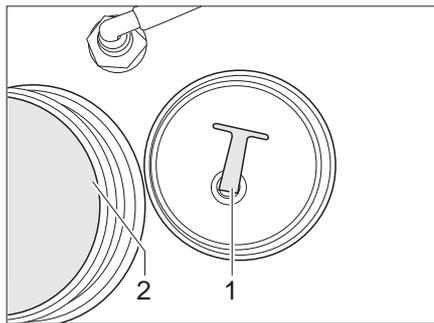

Bild 254 Verschluss-Stopfen
- Den Verschluss-Stopfen (Bild 254,1) aus der Ablassöffnung (Bild 254,2) heraus-schrauben.